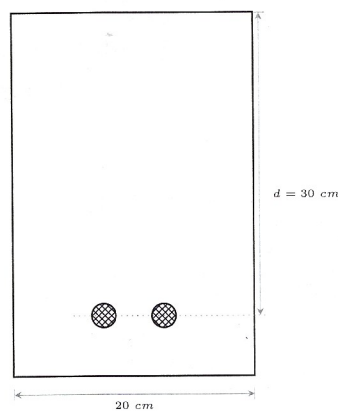

FIG. 10 : Section d'armature
75. Quelle est la section d'armature longitudinale nécessaire pour la poutre en béton armé indiquée dans la figure 10 ? On considérera un calcul à l'ELU avec une résistance de dimensionnement du béton égale à 30 MPa et une résistance de dimensionnement des armatures égales à 500 MPa.